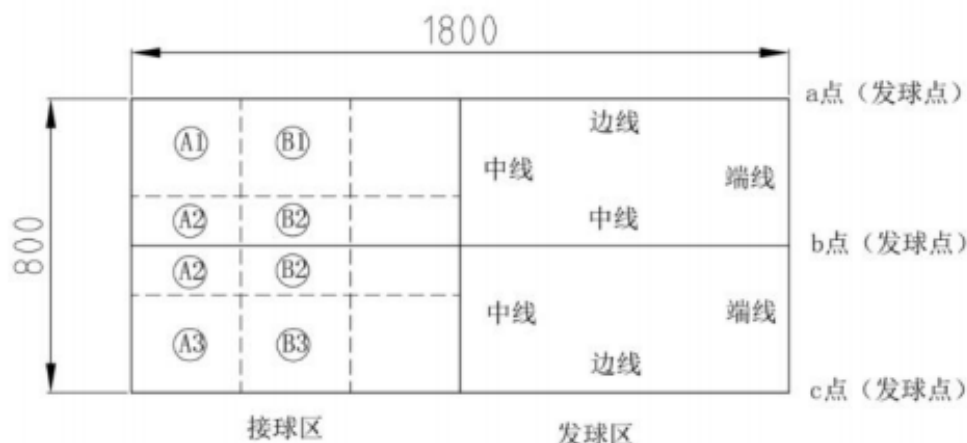

图 D-1 台面示意图
设计并制作一个乒乓球陪练控制系统。该系统由发球机控制和接球检测两部分组成。缩小版的乒乓球台面示意图如图 D-1 所示（单位：mm）。
2. 乒乓球台面颜色选择 ITTF 赛事常用的深蓝色(RGB 0-56-101), 且表面哑光无光泽。比赛时参赛队可以自备符合图 D-1 要求的喷布/纸质或其他材料。
8. 不允许在图 D-1 场内及场外周边(顶部除外)设置任何标志及检测装置(包括但不限于在场内除要求外增加线条、虚线或预埋导线)。